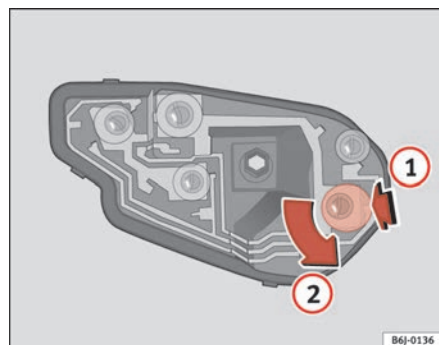

Fig. 158 Cambio lámparas luces posteriores
- Una vez retirado el portalámparas, presione hacia abajo en el sentido de la flecha (1) y gire a la vez en sentido de la flecha (2) ⇒ fig. 158. ■